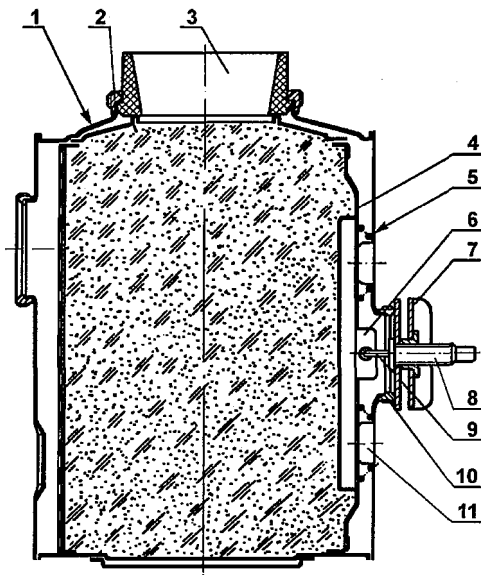

Рисунок 18 – Приспособление для снаряжения патрона
1.6.7 Приспособление для снаряжения регенеративного патрона (рисунок 18) включает воронку 3 для засыпки ХП-И и устройство натяжное для оттягивания подвижной перегородки 4 (состоит из гайки 7, винта 8 с крючком 9). Крючок 9 продевается в отверстие петли 6. Придерживая пальцами винт 8, другой рукой вращают гайку 7 в начале до соприкосновения со штуцером 10 патрона, а затем – до упора. При этом пружины 5 сжимаются, а перегородка 4 опирается на упорные планки 11.
Набивку патрона можно производить при помощи воронки 3 (рисунок 18). При уплотнении последних порций ХП-И его следует слегка прижимать пальцами руки через загрузочное отверстие, постукивая при этом ладонью другой руки по боковой части корпуса патрона. Уровень ХП-И должен совпадать с краем горловины. После снаряжения снимите воронку 3 и установите на загрузочную горловину заглушку. Снимите приспособление для оттягивания перегородки 4. Для этого открутите гайку 7 и выньте крючок 9 из отверстия петли 6. Встряхиванием патрона удалите просыпавшийся ХП-И через штуцера 3, 9, 11 (рисунок 7), для удаления мелких фракций ХП-И продуйте в течение 1 мин (расход от 200 до 400 $\text{дм}^3/\text{мин}$) воздух через штуцер 3 (рисунок 7). Взвесьте патрон с точностью до 5 г и запишите в журнал его массу, номер партии ХП-И и номер барабана. Установите на место избыточный клапан и закрепите его накидной гайкой. Масса ХП-И должна быть не менее 2000 г. При встряхивании снаряженного патрона не должно быть движения и пересыпания всей массы ХП-И.